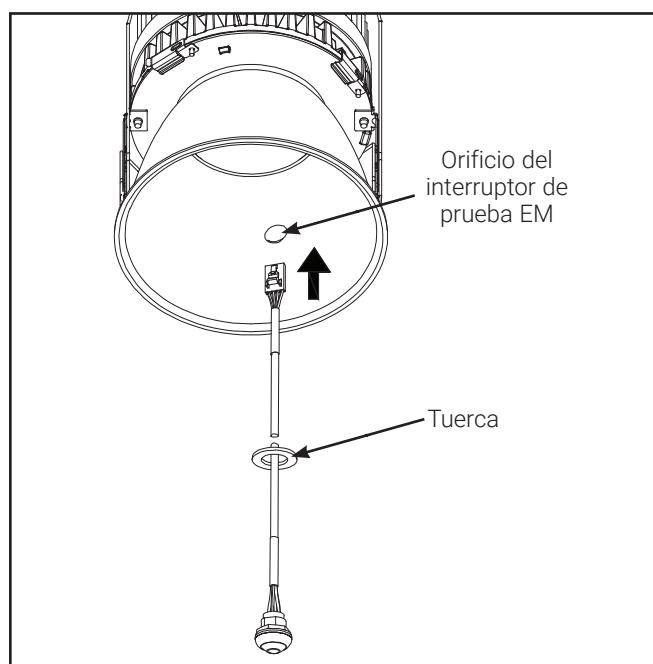

Figura 10.
2. Retire la tuerca del interruptor de prueba e instale el interruptor de prueba en la moldura a través de un orificio en la moldura. (Figura 10)